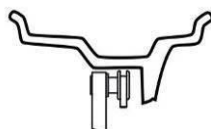

Рисунок 6.13 – Прямой ввод при статической балансировке
*Линейку подвести к плоскости коррекции, именно к той зоне, куда предполагается устанавливать груз (рисунок 6.13) и удерживать там до звукового сигнала. После чего вернуть линейку в исходное положение.*